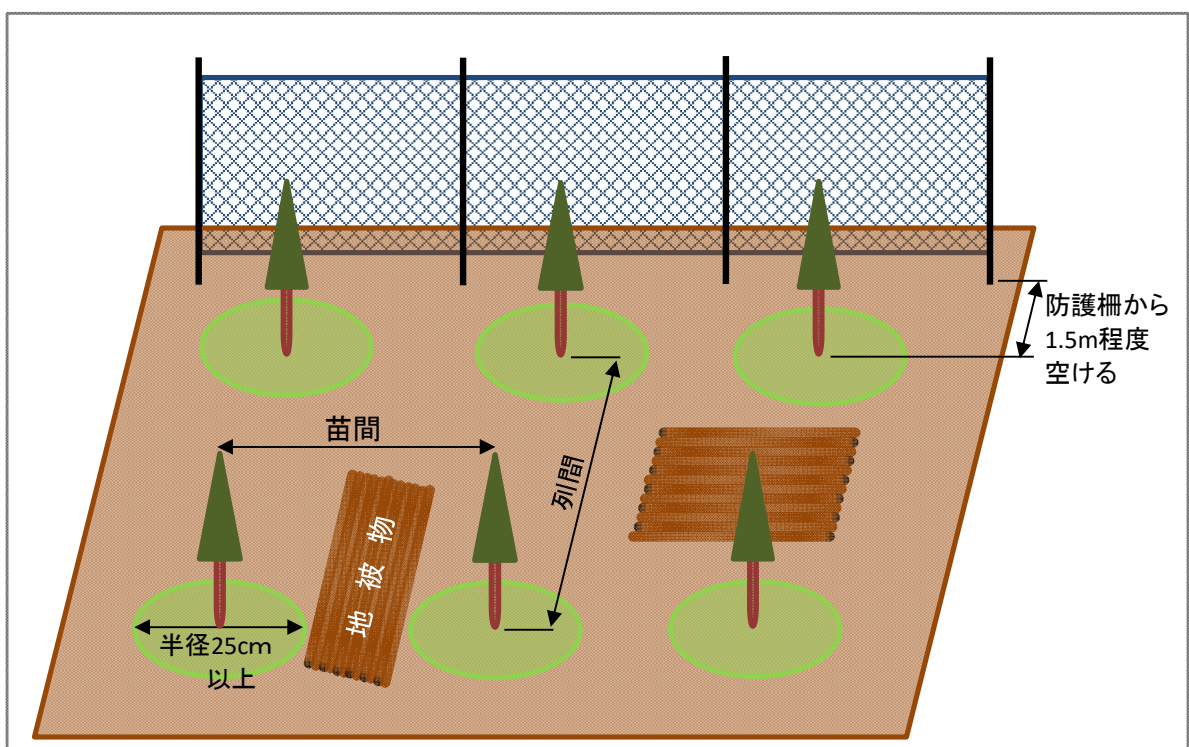

図2
(3) 作業方法等
- ① 苗木の納入にあたり、発注者と植付時期の調整を事前に行うこと。
- ② 苗木の標準的な植付方法については下記イメージ図（図2）のとおりとする。